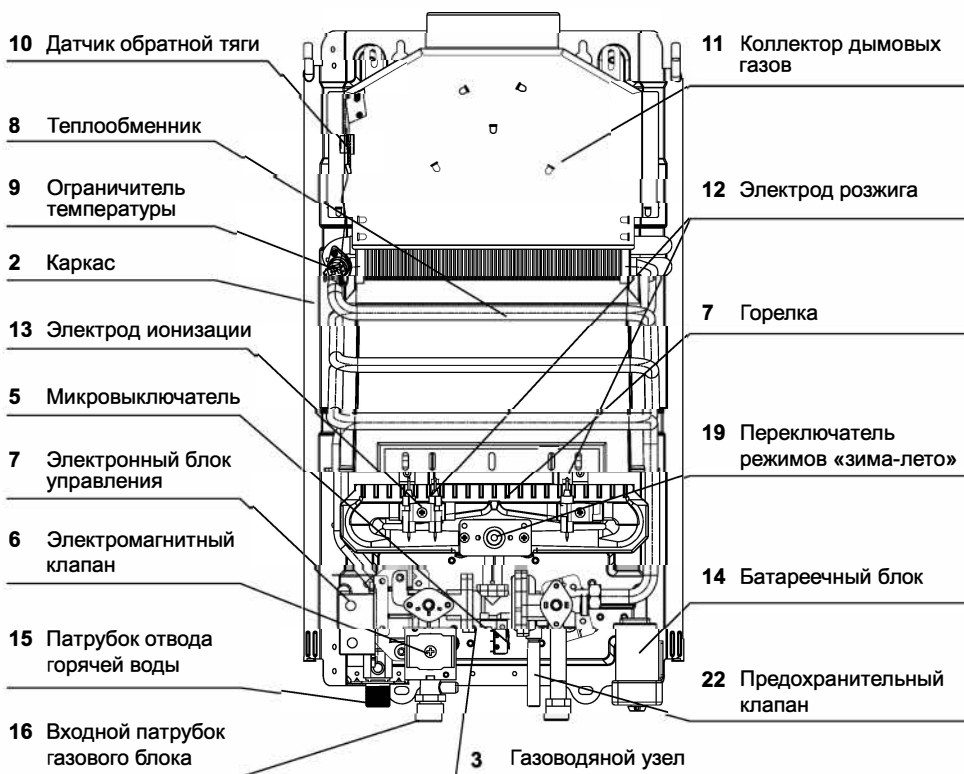

Рис. 1
Составные части изделия, поясняющие принцип устройства аппарата и требующие технического обслуживания во время эксплуатации, показаны на рис. 1.
2.7.1 Газовый проточный водонагреватель настенного типа имеет прямоугольную форму, образуемую съемной облицовкой **1**, установленной на каркасе **2** (см. рис. 1).
Газоводяная арматура 3 (см. рис.1) предназначен для включения аппарата и обеспечения регулирования температуры воды и расхода газа. Узел состоит из двух регуляторов: водяного и газового. Конструкция регулятора водяного обеспечивает доступ газа к основной горелке только при наличии протока воды, одновременно обеспечивая срабатывание электромагнитного клапана **6** (см. рис. 1).